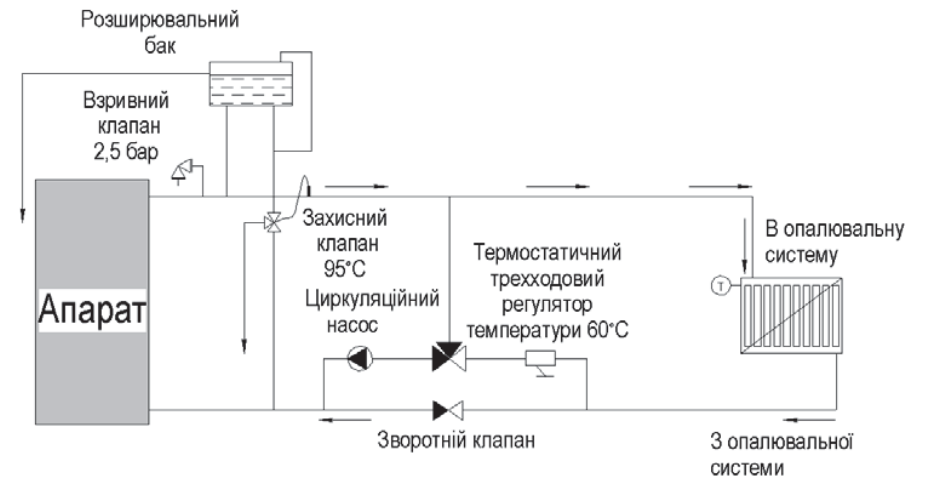

Рис. 5. Рекомендована схема приєднання апарата до відкритої системи опалення
2.2.2.2.6 Схема під'єднання апарата до системи опалення приведена на рис. 5 і рис.6.
УВАГА! При першому розпалі апарата, коли вода в системі не прогріта, можливе природне випадання конденсату в середині апарату. Після прогрівання конденсат зникає. Для зменшення утворення конденсату використовуйте одну із рекомендованих схем підключення апарата до системи опалення (Рис.5 або Рис.6)